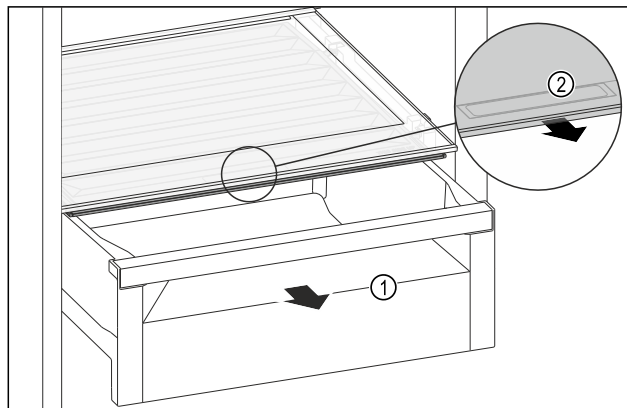

Fig. 121
- Izvlecite predal Fig. 121 (1).
- Primate prijemalno vdolbino Fig. 121 (2) na pokrovu predala in predal istočasno povlecite naprej.